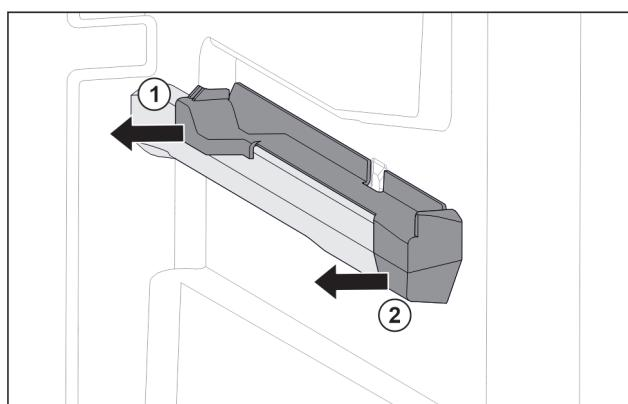

Fig. 43 Вставна частина на правому ребрі для резервуару
- Відсунути вставну частину назад вбік. Fig. 43 (1)
- Відсунути вставну частину вперед вбік. Fig. 43 (2)